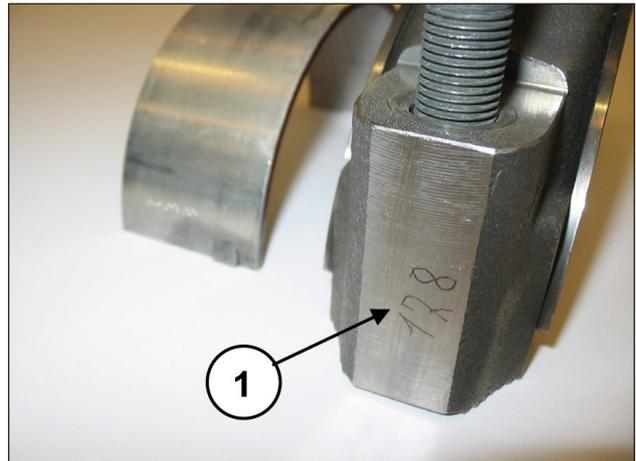

Abb. 19
Um Fehler zu vermeiden, sind Pleueldeckel und Pleuelhälften auf einer Seite nummeriert (Pos. ①, Abb. 19).